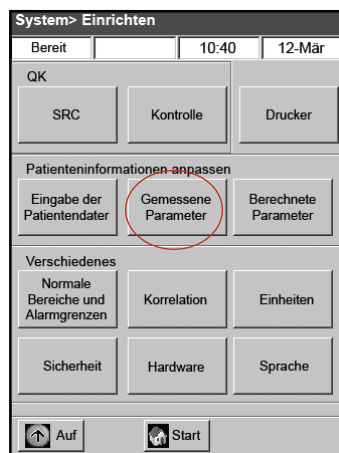

Abbildung H-10: Bildschirm System > Einrichten
3. Am Bildschirm Einrichten tippen Sie auf **Gemessene Parameter** (Abbildung H-10).